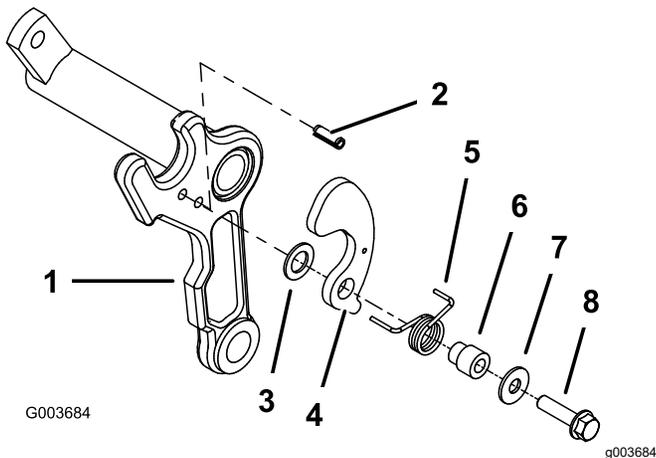

Рисунок 3
- Вставьте цилиндрический штифт в нижнее отверстие на соответствующей стороне несущей рамы каждого режущего блока (**Рисунок 3**).
- На той стороне несущей рамы, где установлен цилиндрический штифт, установите пластмассовую шайбу, кронштейн корзины, торсионную пружину, манжету корзины, плоскую шайбу (11/32 x 7/8 дюйма) и болт (5/16 x 1-1/4 дюйма; см. **Рисунок 3**).